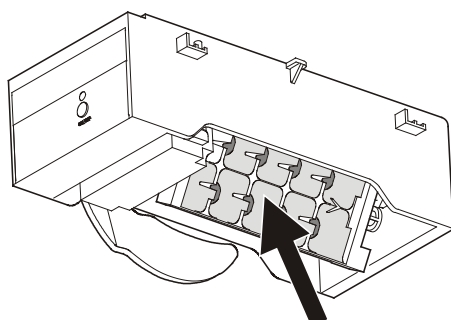

Figura 20
- A continuación, debe vaciarse la bandeja del fabricante de hielo (**Figura 20**). Vea el capítulo “El fabricante de hielo durante las vacaciones” para obtener más información.
Si sale de vacaciones por un período largo, la cubitera del fabricante de hielo (flecha en la **Figura 20**) debe vaciarse.
La cubitera del fabricante de hielo rota hacia abajo. Cuando aparece la temperatura interior en la pantalla, la cubitera se encuentra en la posición hacia abajo (**Figura 20**) y el fabricante de hielo se apaga automáticamente.